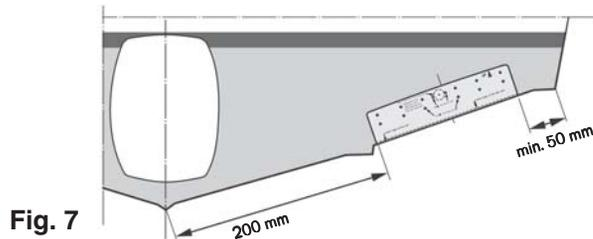

Fig. 7
I gruppi di assetto (C) **fig. 1 e 4** vanno montati sullo specchio di poppa, in prossimità del fondo dello scafo. Il posizionamento esatto viene fatto con la dima, fornita alla consegna del materiale (per le istruzioni specifiche, vedere qui di seguito). Quanto più lontano verso l'esterno vengono montati i gruppi di assetto, tanto maggiore sarà il controllo laterale (lato su lato). Montare il gruppo di assetto a min 50 mm dal corso del ginocchio e spostarsi verso la linea di mezzeria dell'imbarcazione. Le imbarcazioni con motore fuoribordo, entrobordo/ fuoribordo (I/Os) o le installazioni "Water Jet" devono mantenere un minimo di 200 mm dalla linea di mezzeria dell'attuale gruppo di trasmissione allo spigolo più vicino dei gruppi di assetto. **Ved. fig. 7.**